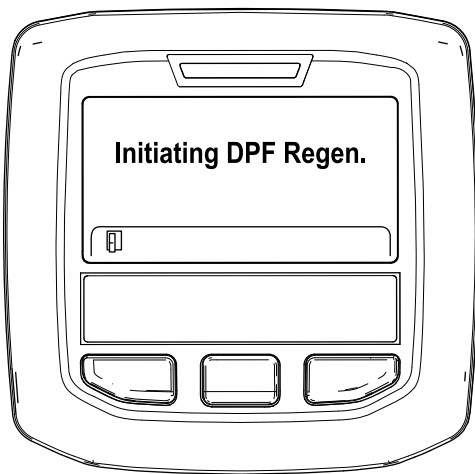

Figura 50
- A. Se muestra el mensaje "Initiating DPF Regen." (Iniciando regeneración de DPF) (Figura 50).